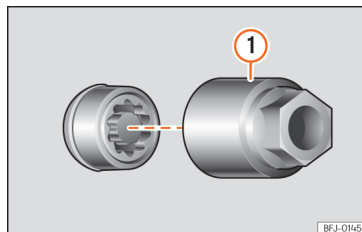

Fig. 245 Șurub roată antifurt cu căpăcel și adaptor.
- Introduceți adaptorul special » » » **fig. 245** ① (trusa de scule » » » **pag. 339**) în șurubul de roată antifurt și apăsați-l complet.